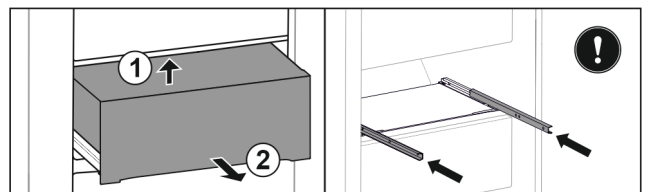

Fig. 148
- ▶ Повдигнете чекмеджето отдолу отзад. Fig. 148 (1)
- ▶ Извадете чекмеджето напред. Fig. 148 (2)